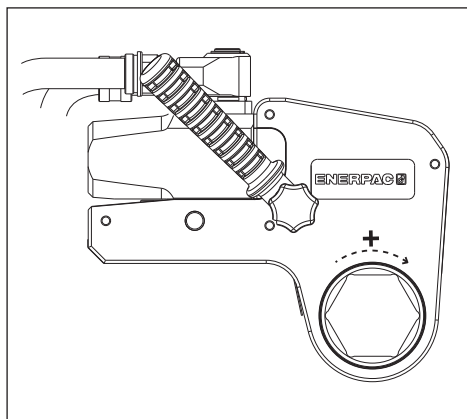

Fig. 9
4.3.1 Apertar uma porca ou parafuso (fig. 9 e 10)
- Posicione o braço de reação (18) contra um ponto de reação adequado (19). O ponto de reação irá suportar a força causada pela operação da ferramenta.